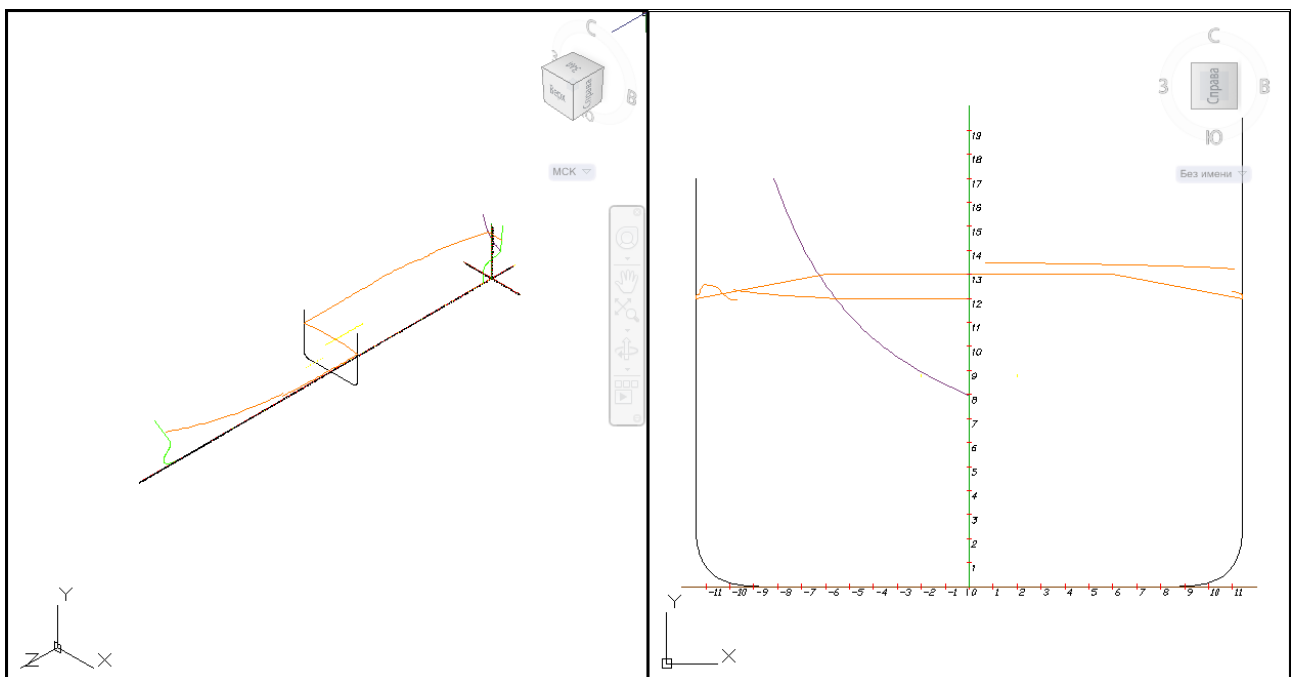

Рисунок 36. Конфигурация ТК
- TK для двухэкранный конфигурации (слева — вид TZ, справа — вид KOR, рисунок 36);